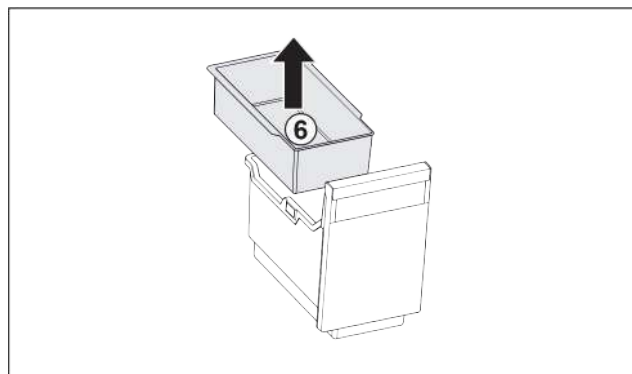

Fig. 81
- Извлеките Fig. 81 (6) подвесной лоток.